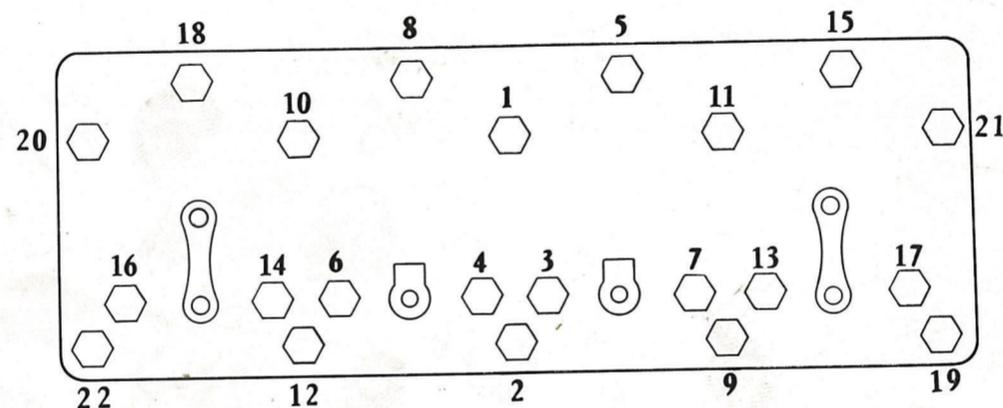

FIG. 8
21. Dévisser les écrous de culasse dans l'ordre inverse de l'ordre recommandé pour le serrage (fig. 8). Enlever la culasse avec le corps du thermostat et le levier avant du décompresseur. Sortir le joint de culasse.
4. Remonter la culasse et serrer les écrous et rondelles dans l'ordre recommandé à la figure 8 au couple de 11 m/kg (3 stades de serrage : 7-9 et 11 m/kg).
**Nota.** — Il est essentiel de resserrer les écrous de culasse dans l'ordre indiqué à la figure 8.